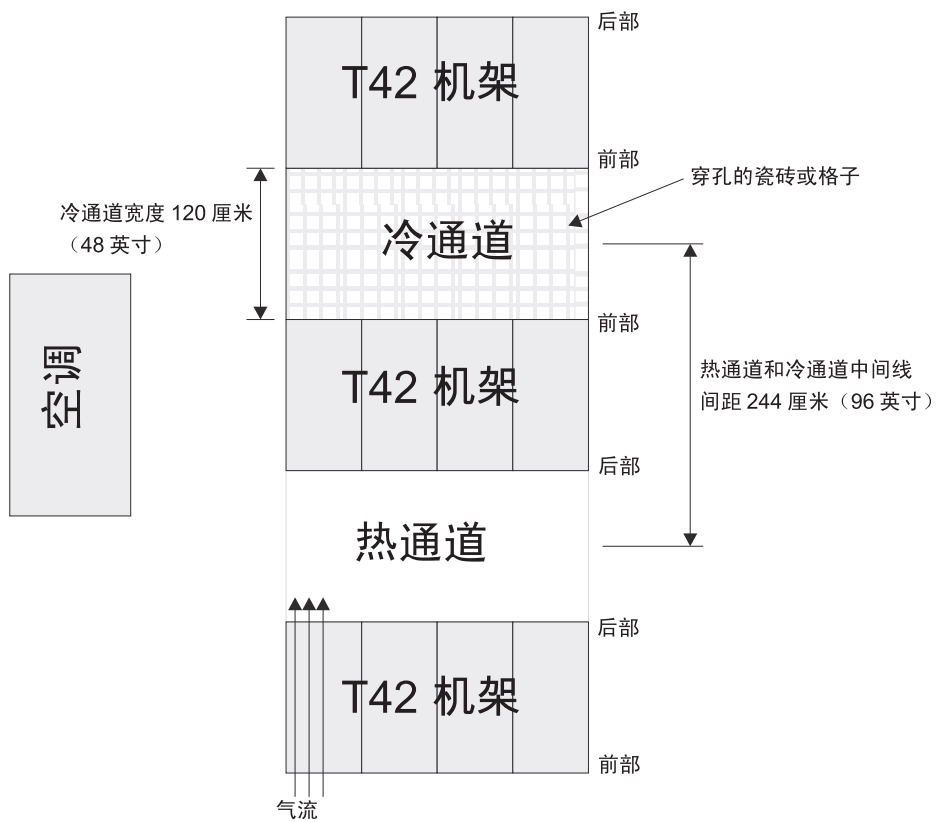

图 15. 冷通道/热通道机架配置示例
- 空气从机架前部进入，后部排出。为防止排出机架的空气进入其他设备的进风口，必须将机架隔行放置并且前部与前部相对、后部与后部相对。这种排列方式被称为“冷通道/热通道”，如第 22 页的图 15 中所示。
- 当机架面对面或背靠背逐行排列时，必须至少有 122 毫米（48 英寸）的缝隙分隔冷通道中的行。（请参阅第 22 页的图 15）。